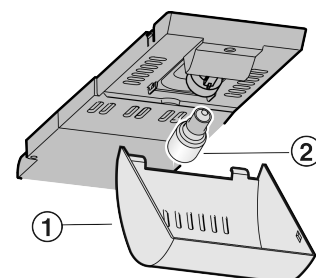

Fig. 12
- ▶ Chwycić pokrywę Fig. 12 (1) z przodu i wyczepić z tyłu.
- ▶ Wymienić żarówkę Fig. 12 (2).
- ▶ Ponownie założyć pokrywę Fig. 12 (1).